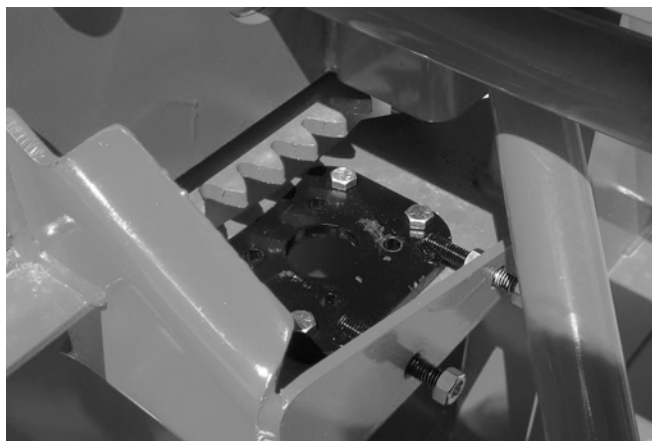

Figure 21
- 2) Installer le support ajustable du moteur en serrant légèrement les boulons (Fig. 21).